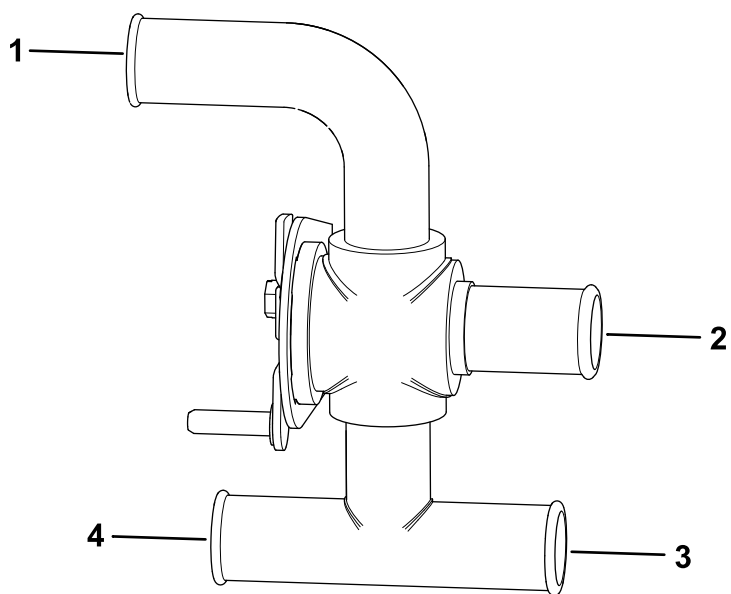
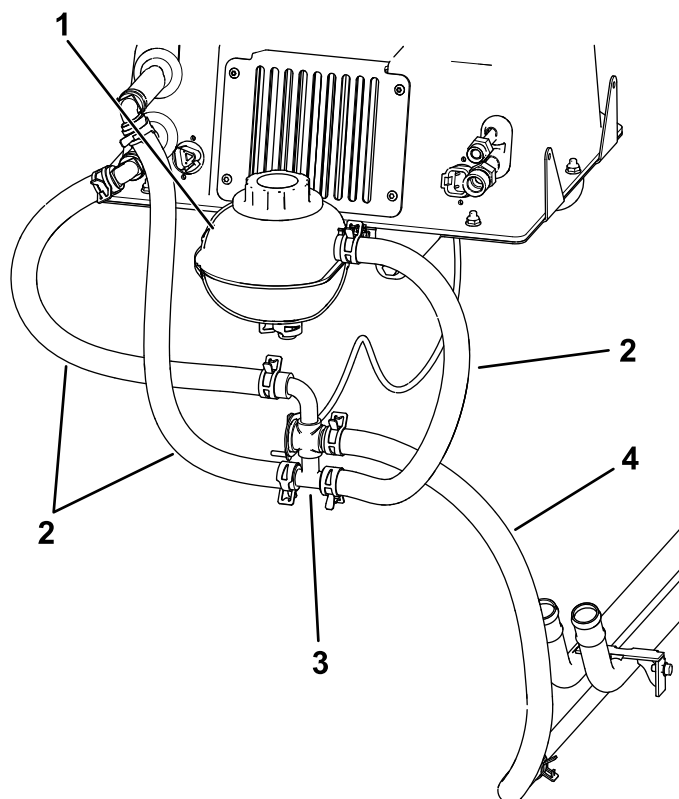

Figure 29
Figure 30
6. Raccordez les 2 tuyaux de liquide de refroidissement, installés précédemment sur le boîtier du chauffage, aux orifices correspondants de la vanne d'eau à l'aide de 2 colliers de serrage (Figure 30).
Remarque: Si un chasse-neige BOSS est installé sur la machine, acheminez le tuyau inférieur du radiateur de chauffage (Figure 29) autour du solénoïde du chasse-neige.
7. Raccordez le flexible de dérivation du thermostat que vous avez raccourci à la vanne d'eau avec un collier de serrage (Figure 29 et Figure 30).
8. Raccordez le tuyau restant à la vanne d'eau avec un collier de serrage, puis raccordez l'autre extrémité du tuyau au grand orifice sur le réservoir supérieur avec un collier de serrage (Figure 29 et Figure 30).